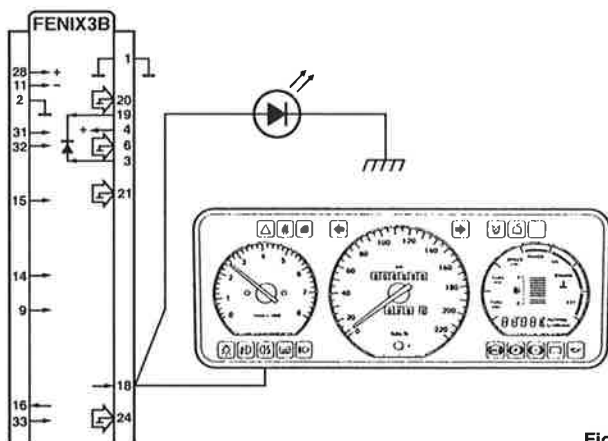

Fig. 3
- Relier une lampe à led sur la borne 18 du connecteur (la led doit clignoter) (Fig. 3).